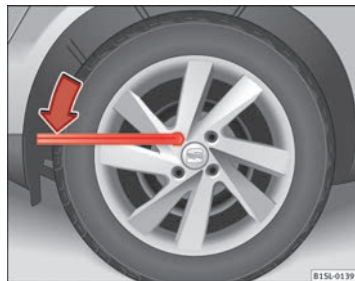

Fig. 143 Substituição de roda: alivie os parafusos da roda.
- Aplicar a chave de roda sobre o parafuso da roda, até encostar ⇒ Fig. 143.